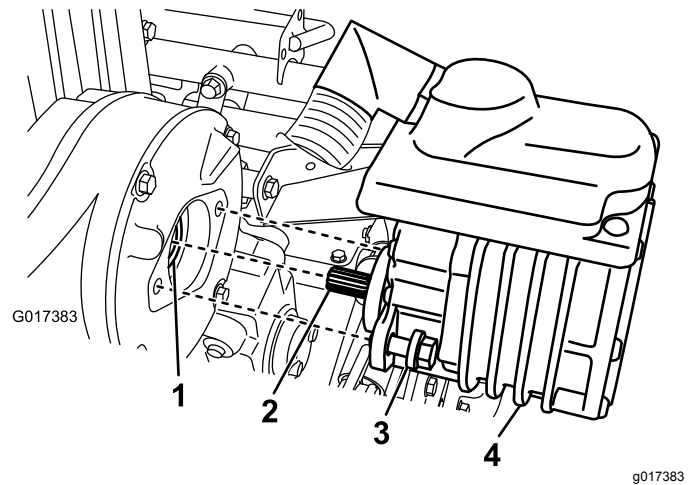

Figura 38
2. Retire los 2 pernos que sujetan el motor a la carcasa de la transmisión (**Figura 38**).
4. Añada una o dos aplicaciones de grasa con una pistola de engrasar al acoplamiento hembra de la carcasa de la transmisión (**Figura 38**).